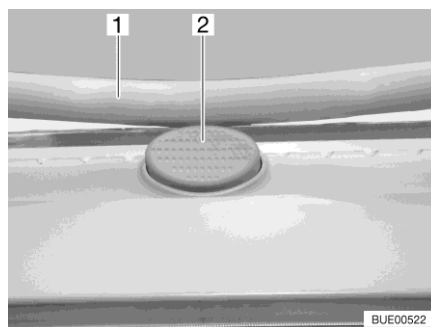

Fig. 115 Botón de seguridad (claraboya Heki)
- Pulsar el botón de seguridad (Fig. 115,2) y tirar el estribo (Fig. 115,1) hacia abajo con ambas manos.
- Presionar el estribo hacia arriba con ambas manos hasta que el estribo se encuentre encima del botón de seguridad (Fig. 115,2).